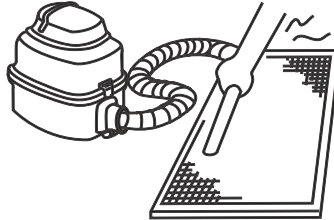

Figura 45
- a. O lado da entrada de ar deve ficar voltado para cima quando se utiliza um aspirador de pó. (Consulte a Figura 45)